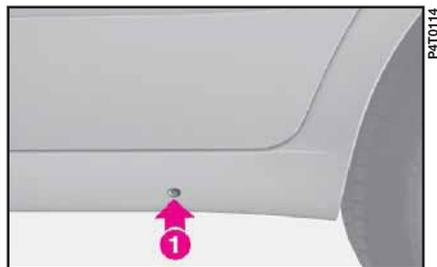

fig. 7
- posizione **1** (fig. 7) per sostituzione ruota anteriore;